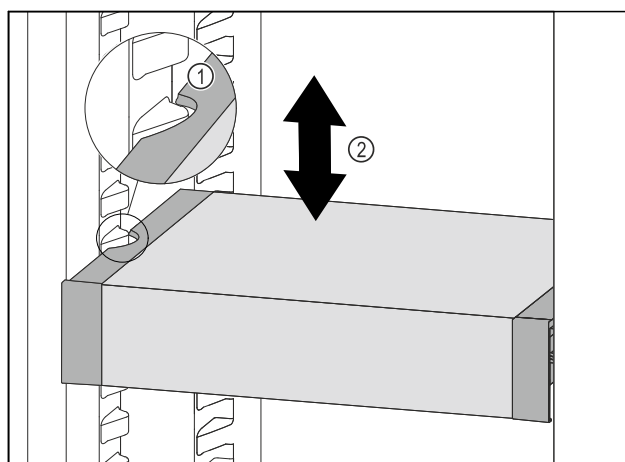

Fig. 123
- Trageți în față VarioSafe, până când degajările laterale ale VarioSafe se află la înălțimea nervurii recipientului din frigider. Fig. 123 (1)
- Mișcați în sus sau în jos VarioSafe în frigider, până când este atinsă înălțimea dorită. Fig. 123 (2)